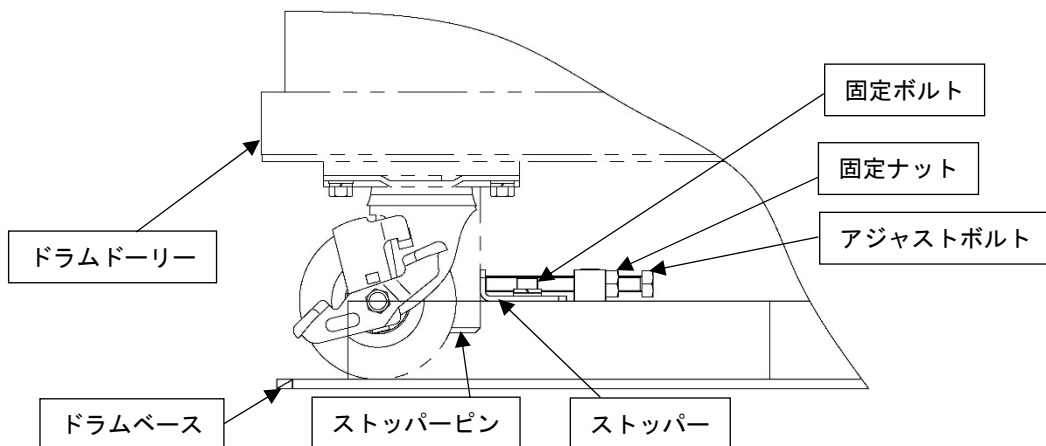

Fig.10
- 18) <ドラムストッパーの調整が未実施の場合>上記5)で緩めたアジャストボルトを、ストッパーがストッパーピン（ドラムドローリー下部）に当たるまで締込み、固定ナットでアジャストボルトを固定してください。また、固定ボルトを締付けてストッパーを固定してください。（Fig.10）